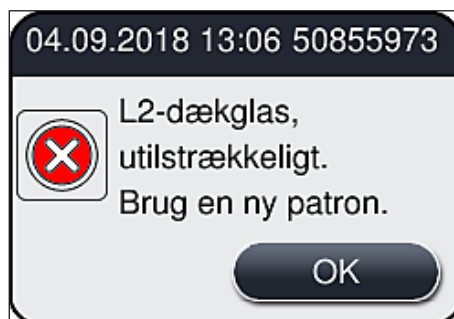

Fig. 54
- Hvis en forbrugsartikel er opbrugt, sendes der en advarsel til brugeren, for eksempel (→ Fig. 54).